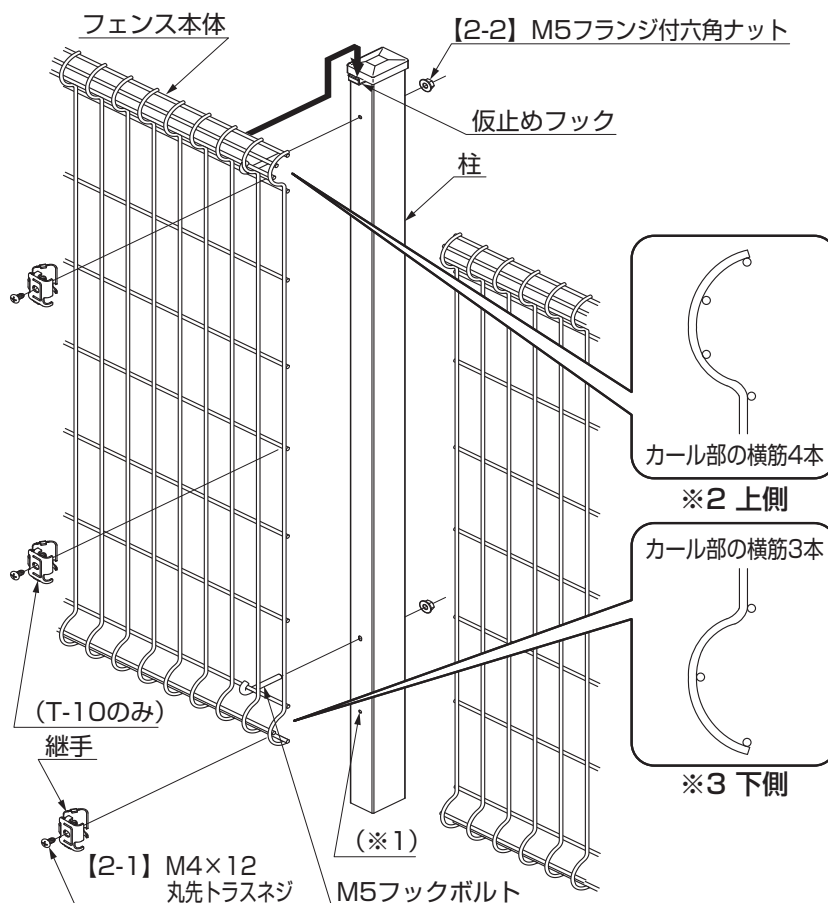
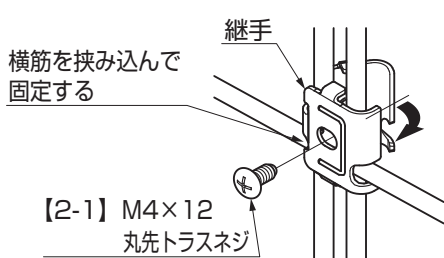
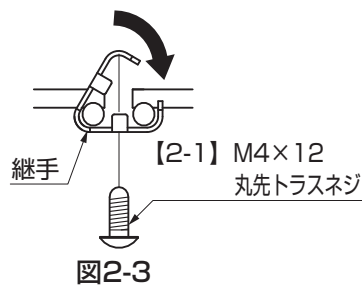
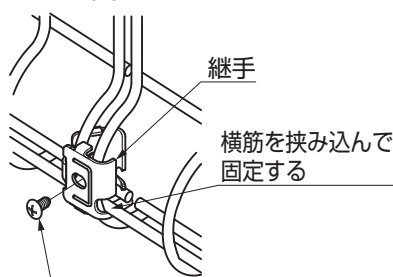

図2-2 中間部の取付方法 (T-10のみ)
図2-4 上部の取付方法
図2-3
図2-5 下部の取付方法
③隣の柱の仮止めフックに次のフェンス本体を引掛け、フェンス本体同士を継手で挟み込み【2-1】で締め付けてください。(図2-2、図2-3、図2-4、図2-5参照)